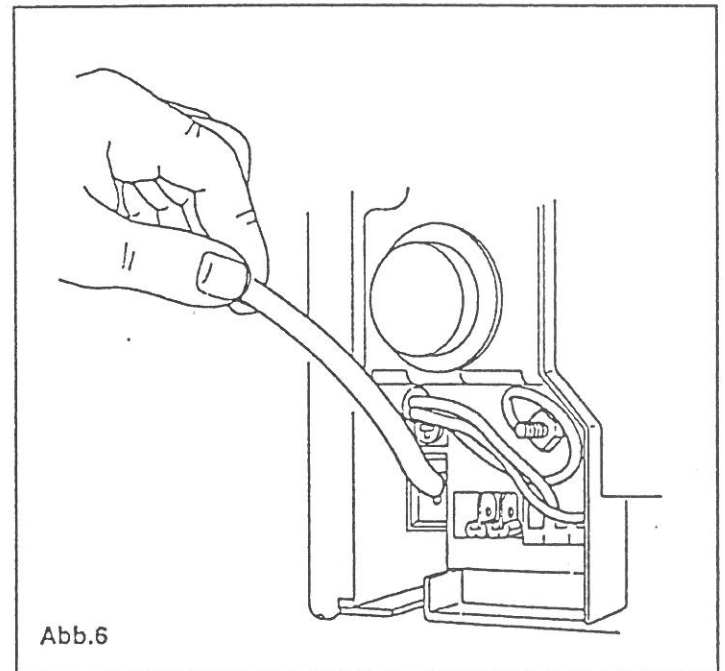

Abb.6
- das 2-drähtige Kabel von vorne nach hinten in die Therme einführen (Abb.6) und mit den Klemmen 1-2 verbinden;